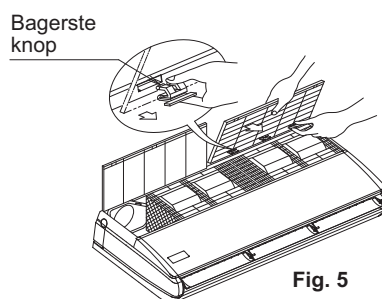

Fig. 5
- Med indsugningsgitteret åbnet skal du holde fast i knoppen bag på indsugningsgitteret og samtidig trække gitteret fremad for at tage det af. (Se fig. 5)